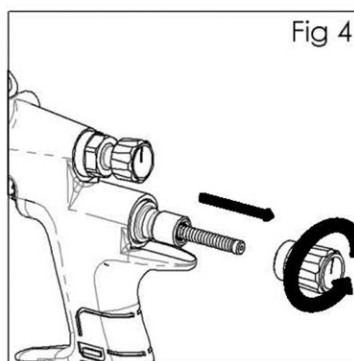

Fig 4
3. Entfernen Sie den Flüssigkeitsstellknopf (28) und die Feder (29). (Siehe Abb. 4).